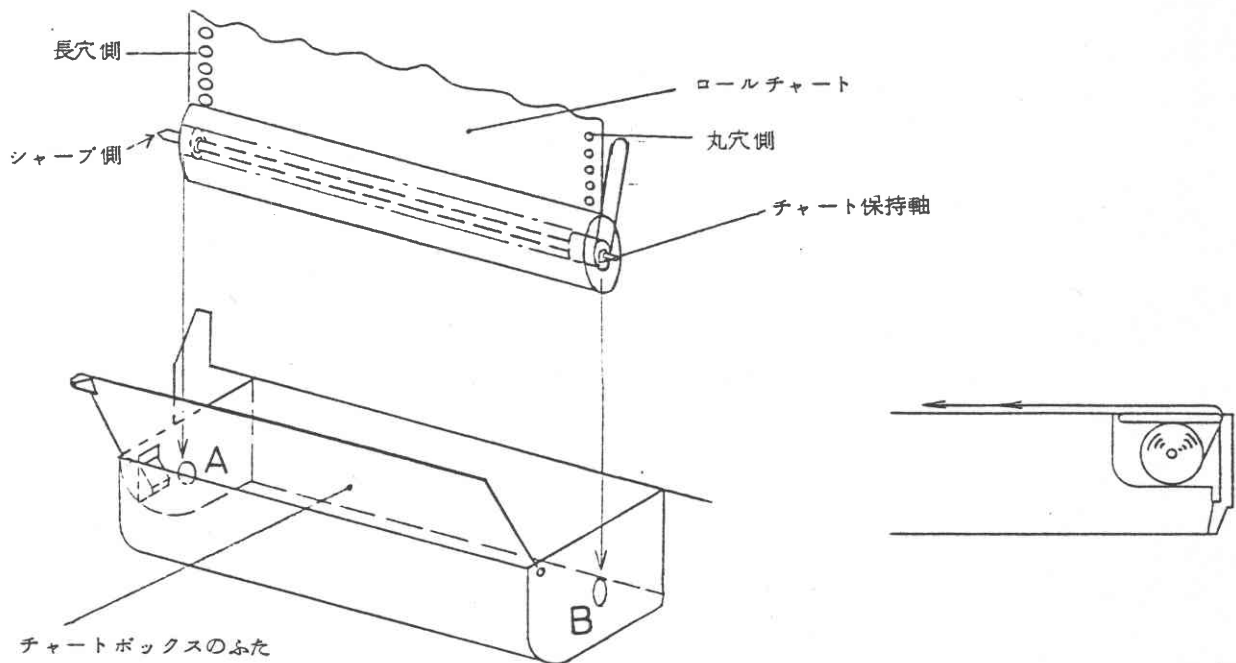

図 3. 記録紙の装着
- ① 図3に示すように付属している“チャート保持軸”をロールチャート 0511-1196 へ通します。
- ② 本体右側のチャートボックスの“ふた”をあけて、チャートの長孔側（チャート保持軸の先端がシャープな方）を板バネの方にし、保持軸を孔Aに挿入し、次に反対側を孔Bに挿入してください。
- ③ 記録紙を引き出して図3のようにチャートボックスの“ふた”をしめてください。以上で繰り出し側の記録紙の装着は終了です。